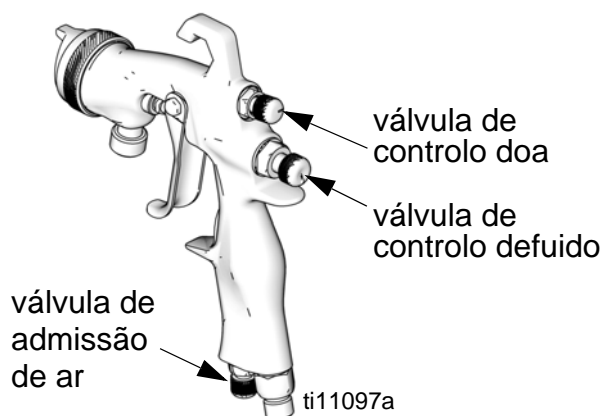

FIG. 3
2. Para obter um padrão em leque completo, abra a válvula de controlo do ar, rodando o botão completamente no sentido anti-horário. Ver a FIG. 3.
3. Para criar um padrão circular, desligue o padrão de ar rodando a válvula de controlo do ar completamente no sentido horário. Ver a FIG. 3.